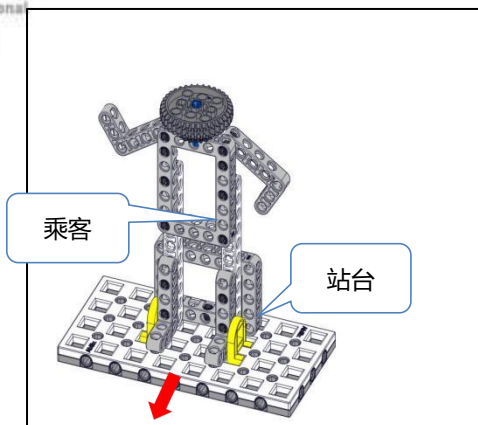

图 4-2-1 初始状态
4.2.1 无人打车模型的初始位置位于 1-10，位置是可变的，方向是固定的，红色箭头为模型的正面朝向，乘客在站台上。如图 4-2-1 所示。